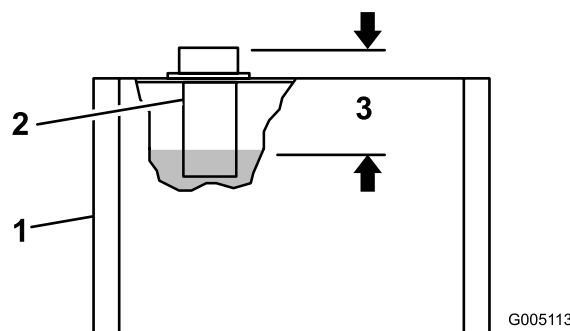

Figura 20
2. Retire el tapón de la parte superior del depósito y compruebe el nivel de aceite. El nivel debe estar a unos 9 cm por debajo de la parte superior del orificio de llenado (Figura 20).